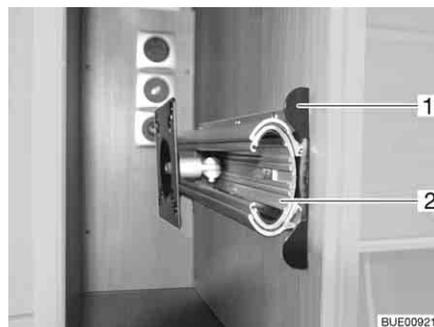

Bild 49 Halterung im TV-Schrank
- Entriegelungsleiste (Bild 49,1) hineindrücken.
- Auszug (Bild 49,2) bis zum Anschlag herausziehen.
- Auszug (Bild 49,2) einschieben, bis die Entriegelungsleiste (Bild 49,1) einrastet.